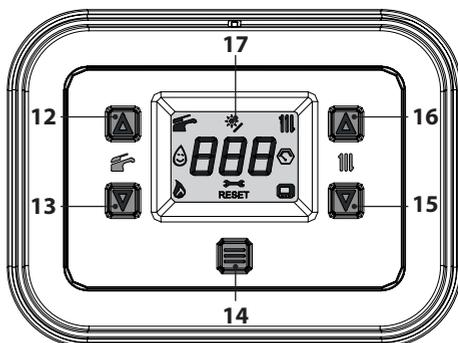
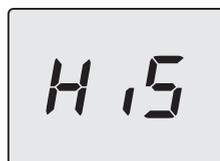

Figura 9.1
Figura 9.2
- Entrare in "modalità programmazione" premendo contemporaneamente per 5 secondi i tasti 13 e 15 (Figura 9.1) fino a far apparire sul display LCD le lettere **HIS** che indicano il menu "Storico delle caldaia" (Figura 9.2).
- Premendo il tasto 14 (Figura 9.1) si ottiene la conferma del valore inserito. Il display visualizzerà per 5 sec. quanto segue (Figura 9.6) poi, si porterà al livello superiore.
- tenere premuti contemporaneamente i tasti 13 e 15 per 5 sec. (Figura 9.1) (ritorno al livello precedente).